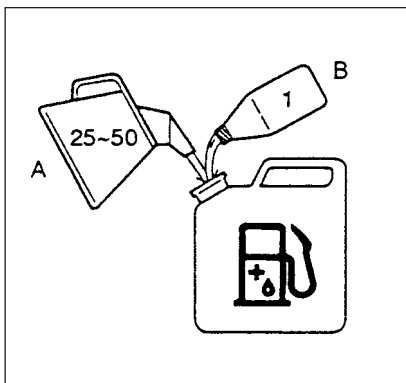

Fig. 2-1
Brennstoff (Fig. 2-1)
Skru justeringsskruen (1) mot klokken for å minske mengden, og skru den med klokken for å øke mengden. (Fig. 2-1 C)